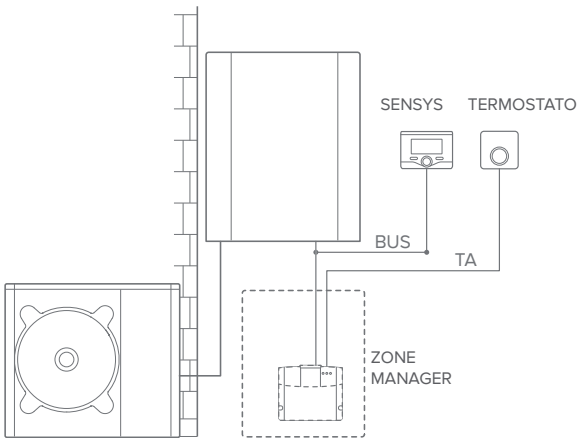

fig.5
**Tipo 3****Activación de TD y TC en un sistema con 2 zonas hidráulicas (zone manager integrado o externo) controlado por dispositivos BUS BridgeNet y ON/OFF (fig.5)**